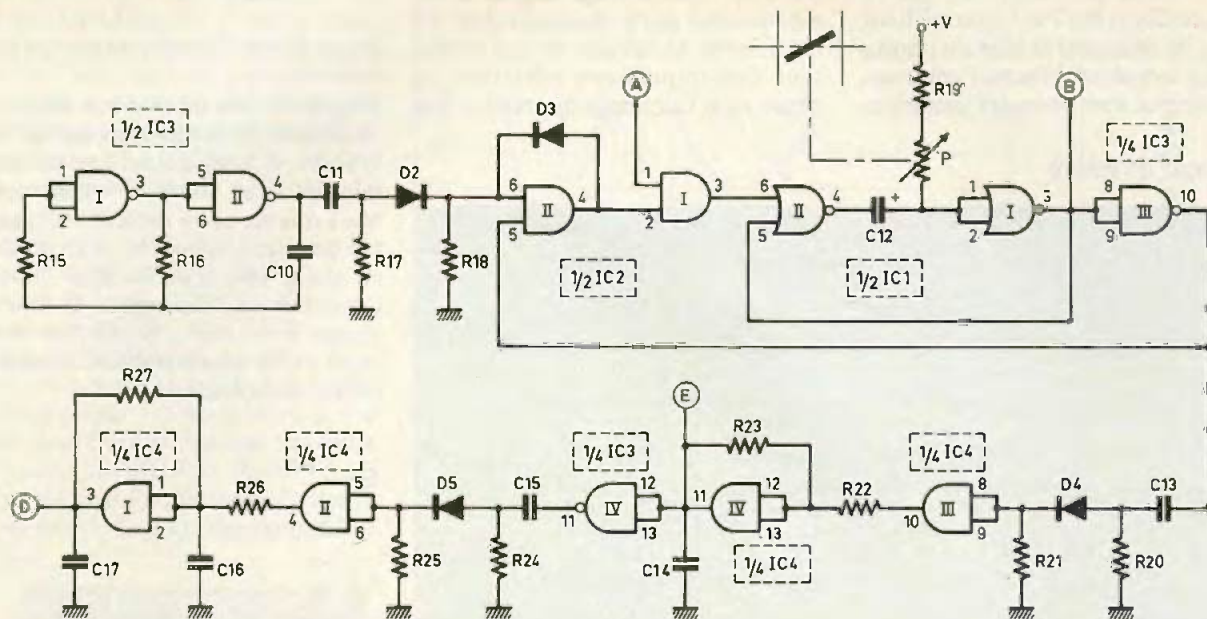

Fig. 4 Processus cyclique de mesure.
d) Base de temps du processus cyclique de mesure (fig. 4)
e) Synchronisation (fig. 4)
f) Prise en compte de l'angle d'ouverture du papillon (fig. 4)
g) Commandes périodiques de lecture et de remise à zéro (fig. 4)